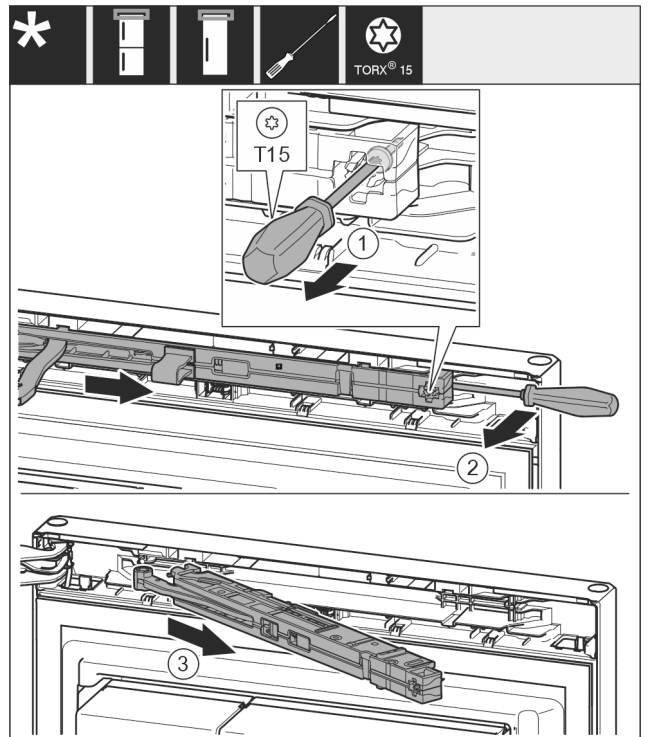

Fig. 11
- Schraube Fig. 11 (1) an Schließdämpfereinheit mit Schraubendreher 14 mm lösen.
- Schließdämpfereinheit Fig. 11 (2) griffseitig mit Schraubendreher nach vorne aushebeln.
- Schließdämpfereinheit Fig. 11 (3) herausziehen.